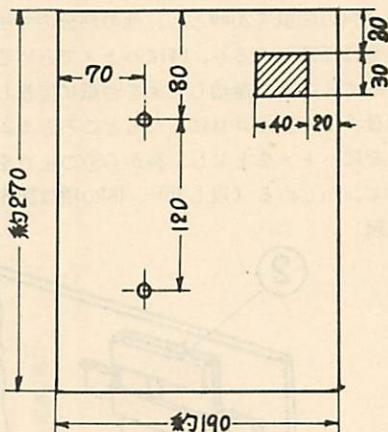

図2 台紙①
(1)白表紙を半分に切る。半裁した片方は台紙①となり、のこり半分は部品用となる。台紙は図2のように右上に窓をくりぬき、ハトメ穴2ヶ所をあけておく。